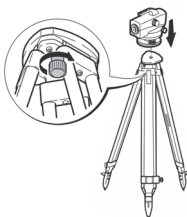

Рис. 2
- Закрепите нивелир на штативе, используя становой винт (рис. 2).